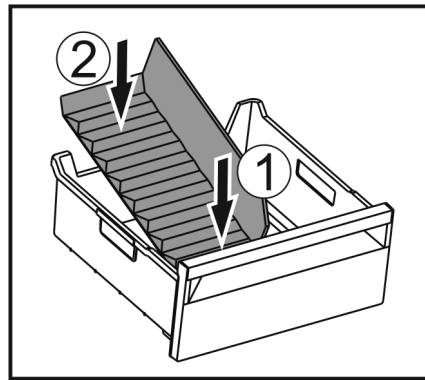

Fig. 165
- Vložte prednú časť oddelovača zásuvky na ľad. Fig. 165 (1)
- Spustite zadnú časť oddelovača zásuvky na ľad až na dno zásuvky. Fig. 165 (2)